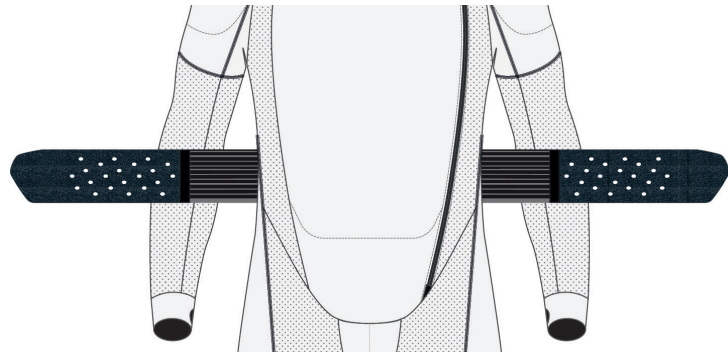

Figure 11
Pour garder le système éteint, laissez la ceinture d'activation (4) ouverte comme indiqué sur la Figure 11. Toujours garder le système dans cet état lorsqu'il est stocké, transporté ou expédié.